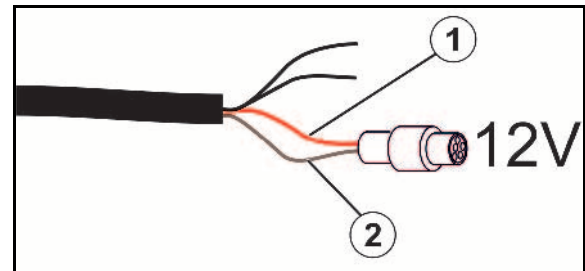

Fig. 42
1. Skru holderøret (Fig. 42/1) på udlæggeren med fire skruer (Fig. 42/2) udefra.
2. Skru altid to ekstravægte (Fig. 42/3) på holderøret (Fig. 42/4), og fastgør.